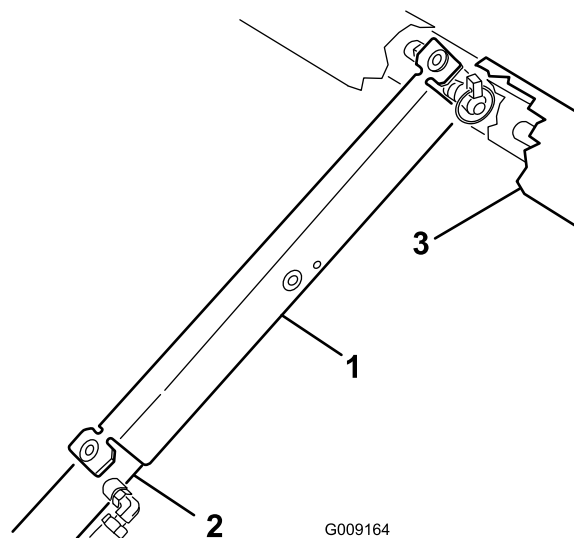

図 31
3. サポートをシリンダロッドにはめ込み、サポートの端部でシリンダバレルの端とシリンダロッドの端を確実に支える（図 31）。